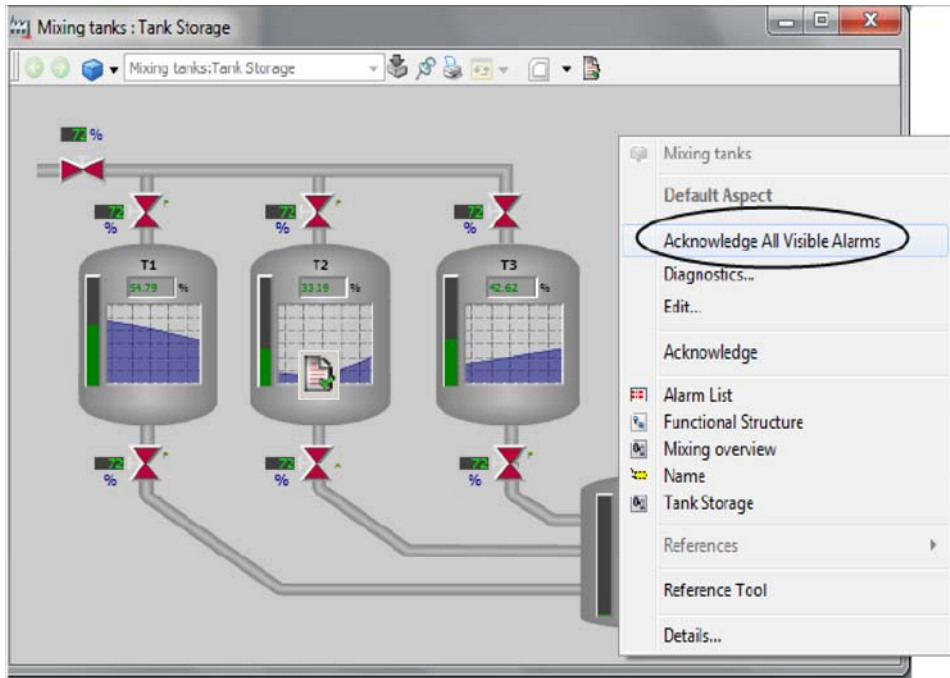

Abbildung 51. Kontextmenü eines Grafikaspekts
2. Klicken Sie mit der rechten Maustaste auf den Vorschaubereich des Grafikaspekts und wählen Sie aus dem Kontextmenü alle sichtbare Alarme quittieren, wie in Abbildung 51 gezeigt.